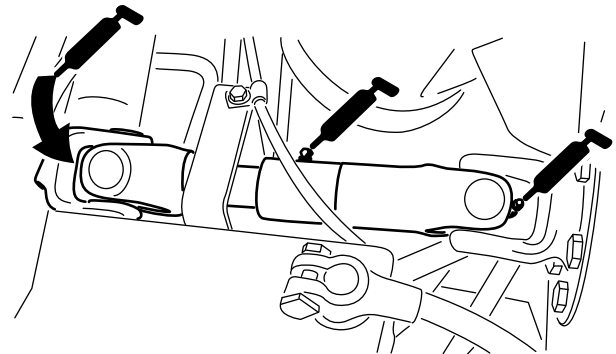

Bild 29
- U-Gelenk der Pumpenantriebswelle (3) (Bild 29)